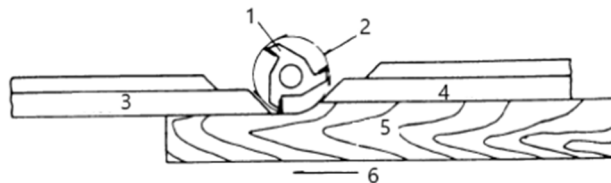

Figure 3
3. La clôture avant doit être avancée pour entrer en contact avec l'ouvrage comme indiqué sur la figure 3. La clôture arrière sera alors alignée avec le cercle de coupe.